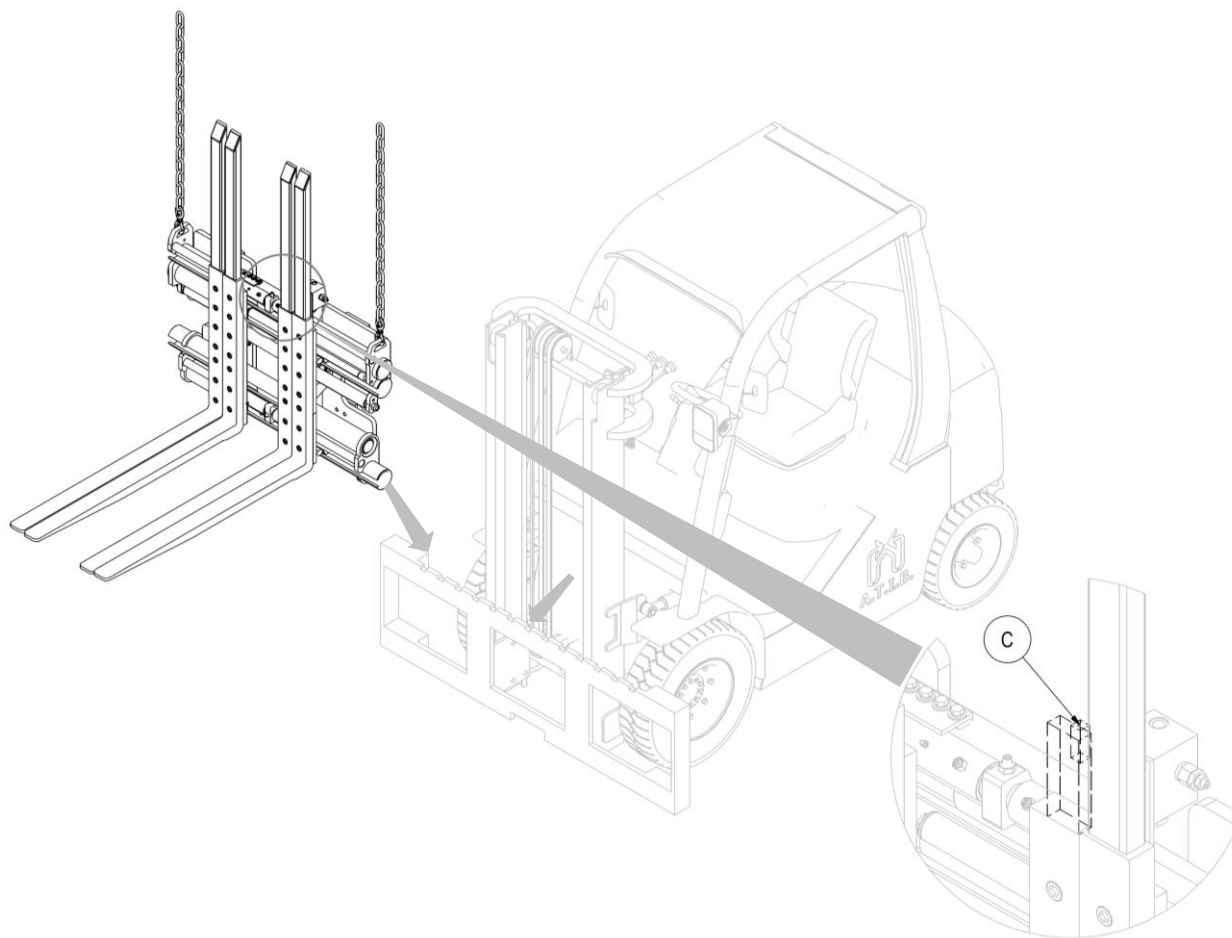

Figura 9
6. Enganche el equipo desde los puntos de agarre superiores y con un puente grúa de capacidad suficiente colóquelo sobre la placa porta horquillas, teniendo cuidado de encajar el diente de centrado **C** en la muesca central del mismo (mira *Figura 9*).
5. Levante el equipo de los travesaños superiores del mismo con un puente grúa de capacidad suficiente y retirelo de la carretilla (mira *Figura 5* y *Figura 9* en la pag. 12 y 16).